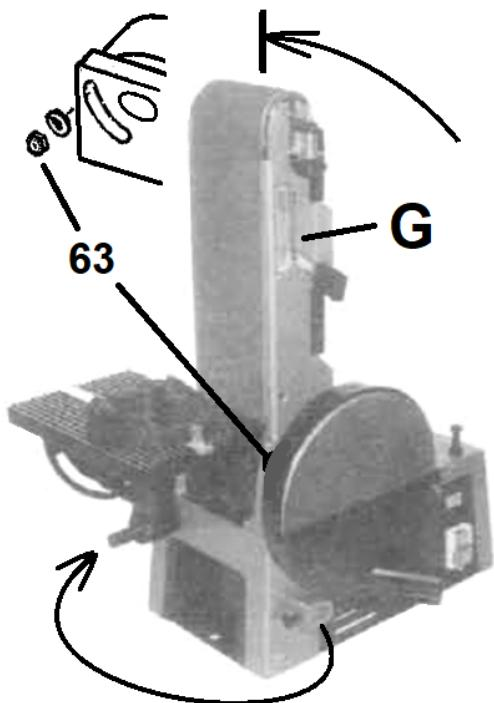

Figure 8-1: Fonctionnement vertical
- Desserrez l'écrou (63, Fig. 8-1), positionner le bras (G) dans la position verticale. Montez la table. Réglez un angle de 90° entre la table et le bras. Resserrez l'écrou (63) pour fixer le bras.